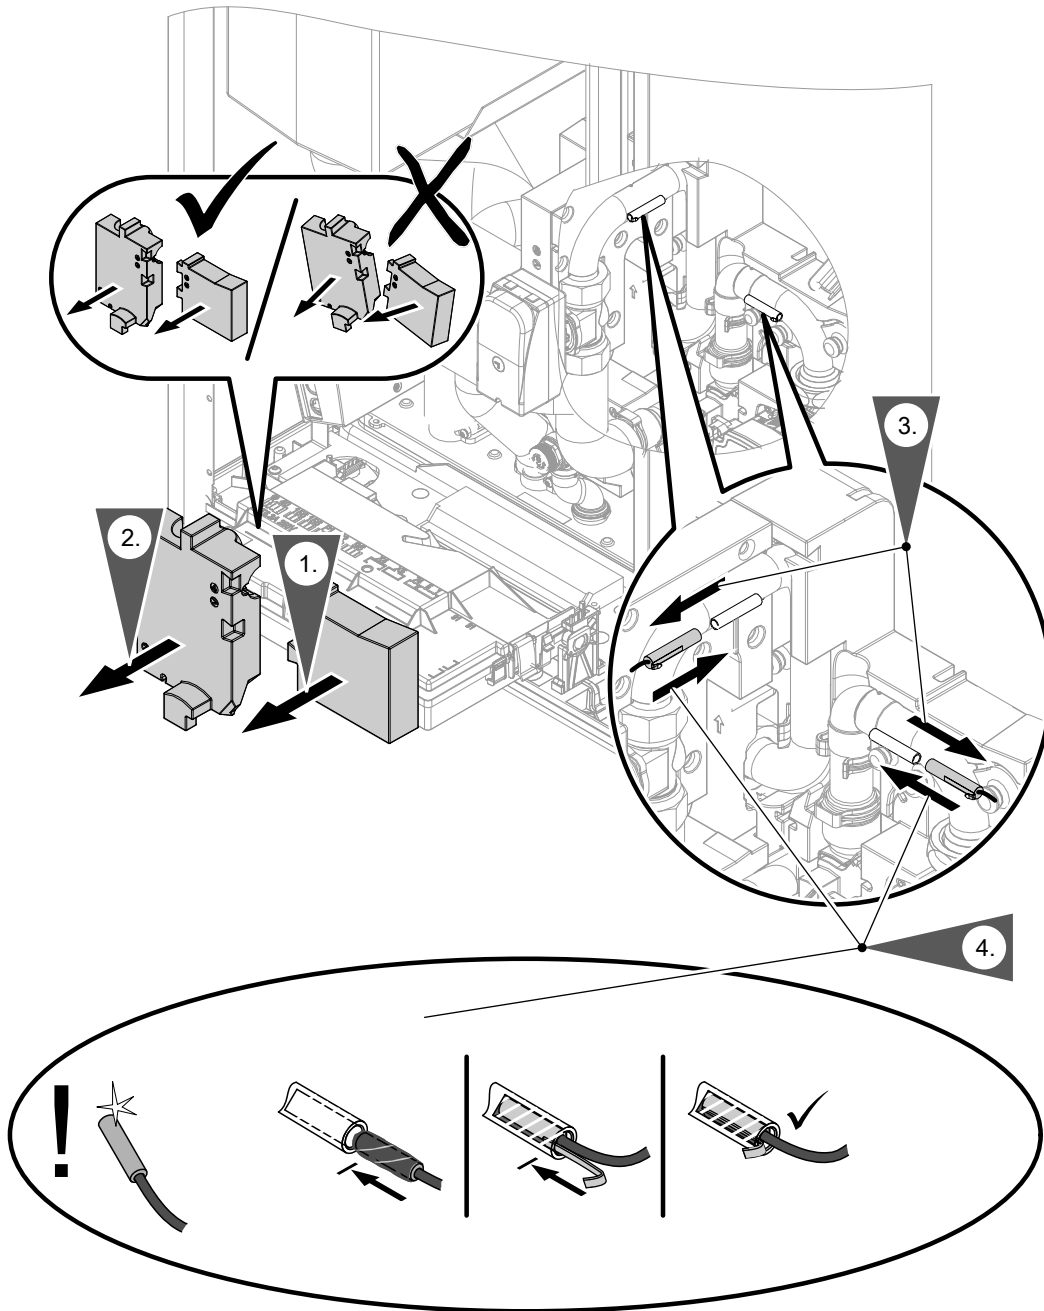

Abb. 94
- Temperatursensoren: Siehe Abb. 94.